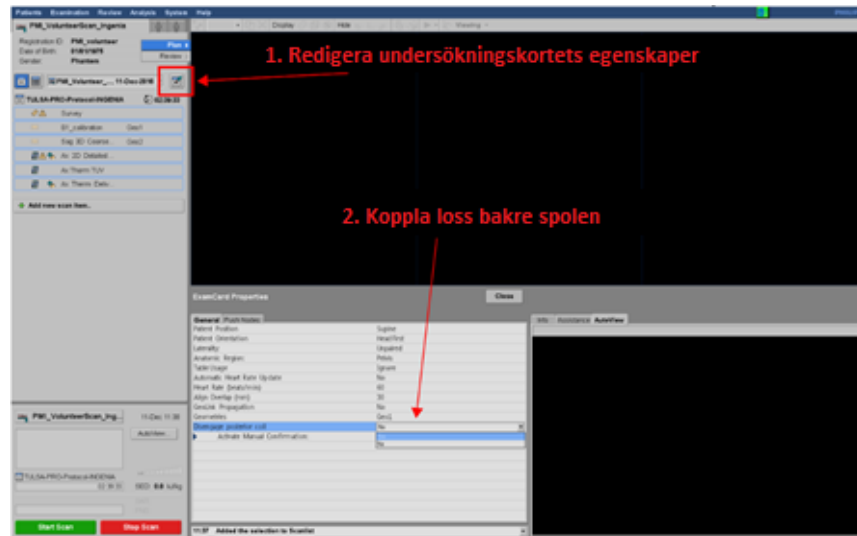

Bild 41: Ställa in Disengage posterior coil (koppla bort posterior spole) på Yes (ja)
4. Innan du för in patienten i magnetunneln ska du se till att den posteriora spolen är bortkopplad i aktuellt ExamCard. Det är ytterst viktigt att den posteriora spolen **INTE** används. Du kopplar bort den posteriora spolen genom att redigera ExamCard-egenskaperna och ändra Disengage posterior coil (koppla bort posterior spole) från No (nej) till Yes (ja) (*Bild 41*).